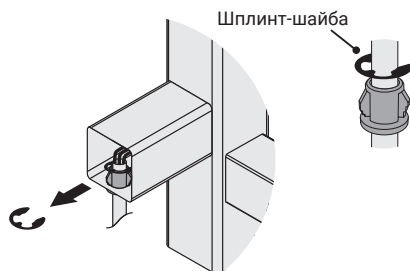

Рис.6
4.2.3. Если необходимо перенести сетевой шнур на другую сторону изделия, для этого нужно, снять шплинт-шайбу (рис. 6). Шплинт-шайба фиксирует шнур в пластиковом кольце для избежания его вытягивания из модуля.